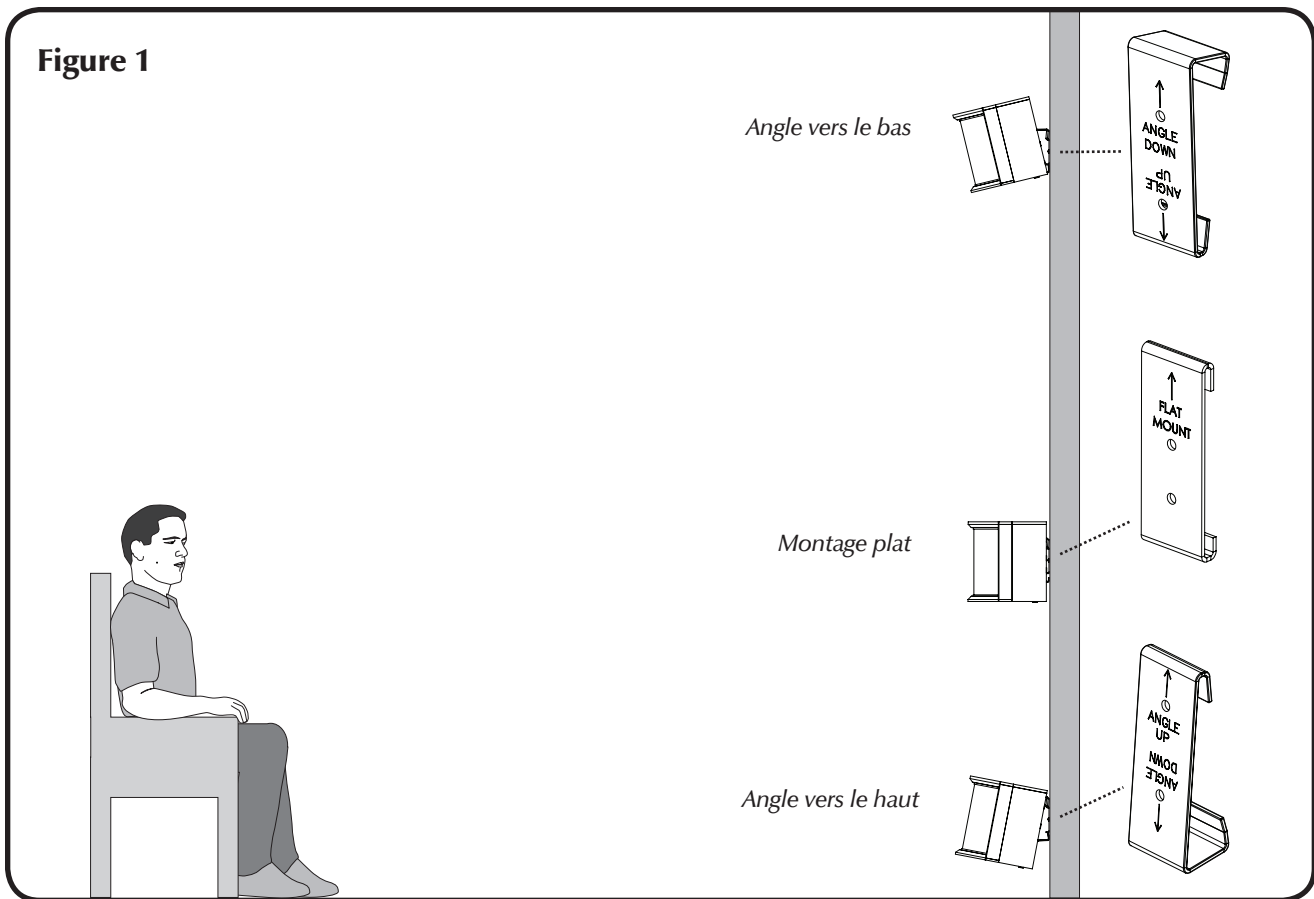

Figure 2
- 2 Veuillez examiner la figure 2 pour déterminer où installer le support sur votre enceinte. Le support plat est monté sur les trous du milieu. Le support à angle (vers le bas) se monte sur les trous inférieurs. Le support à angle (vers le haut) se monte sur les trous supérieurs.
- 3 Comme il est indiqué dans la figure 2, utilisez une clé Allen de 5 mm et installez deux boulons de raccord de 1/4-20 x 1/4 po (par support) pour le fixer sur l'enceinte.
- 4 Comme il est indiqué à la figure 2, fixez un tampon adhésif sur la partie inférieure de chaque support (à l'endroit où le support entrera en contact avec le mur).